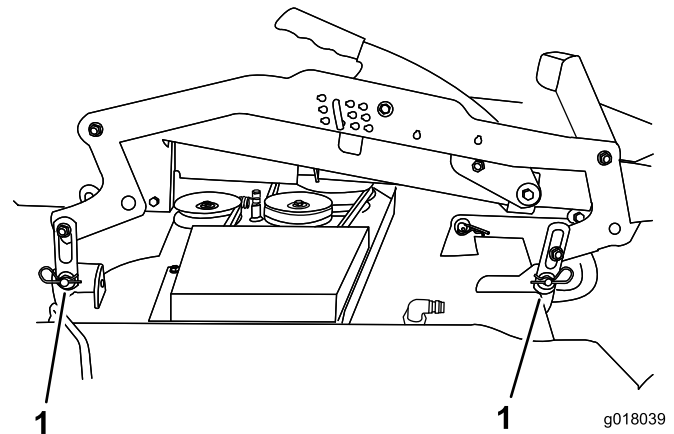

Figura 1
2. Retire os 4 contrapinos de gancho e anilhas das articulações de elevação do suporte de elevação da plataforma (Figura 1).